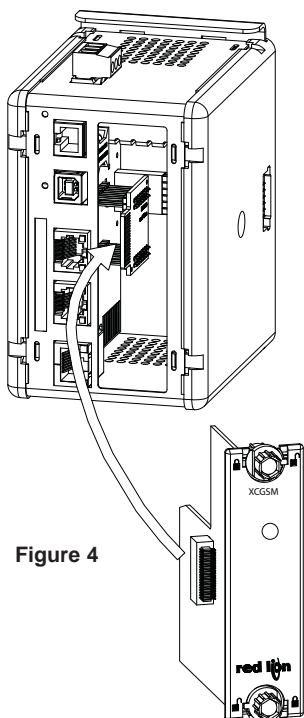

Figure 4
4. Insérer avec soin la carte optionnelle dans l'ouverture du port d'extension, en alignant le connecteur encartable de la carte avec l'embase de la carte principale, comme illustré sur la Figure 4. Une fois l'alignement effectué, appuyer doucement sur l'avant de la carte jusqu'à ce qu'elle soit au niveau de l'avant du boîtier.